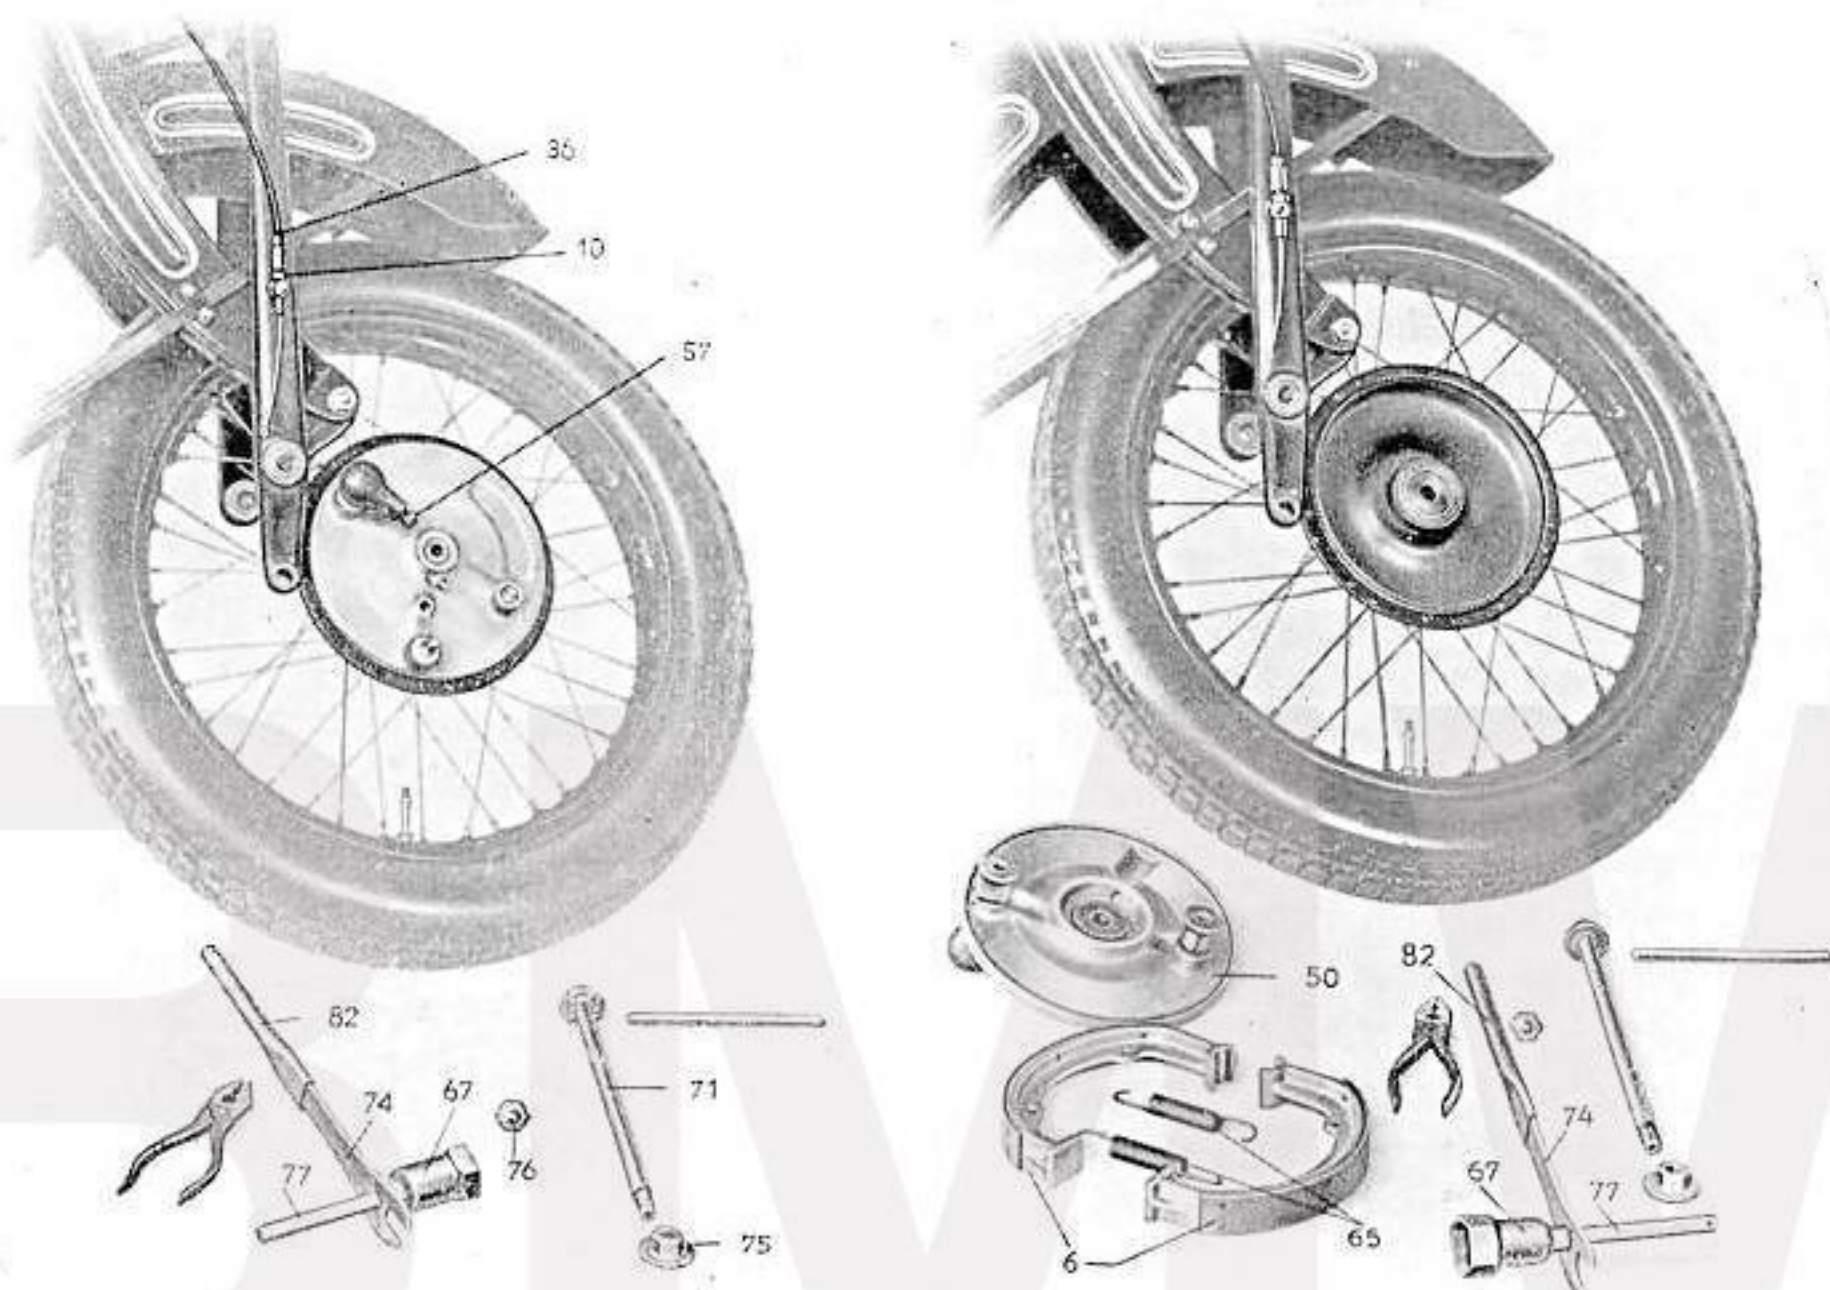

Abb. 33 Ausbau des Vorderrades Zerlegung der Vorderradbremse
k) Abnahme des Vorderrades: Man stellt die Maschine auf den vorderen Kippständer, zieht mit der Kombinationszange den Nippel des Bremskabels aus dem Schlitz des kleinen Bremshebels 57 heraus. Das Herausziehen des Bremsseiles wird durch einige Umdrehungen an der Stellschraube 36 erleichtert. Nun schraubt man mittels der nach Abb. 33 zusammengesteckten Schlüssel 67, 74, 77 und 82 die auf der gleichen Radseite sitzende Bundmutter 75 der Steckachse 71 ab, zieht diese heraus und entfernt auch die Kappenmutter 76. Das Rad mit Bremse ist dann nach rückwärts zu schwenken und auf die linke Seite herüberzudrücken. Es ist nur notwendig, die Maschine noch etwas weiter umzulegen oder, wenn ein Seitenwagen angeschlossen ist, sie vorn noch etwas zu heben, um das Rad aus dem vorderen Schutzblech herauszuziehen (Abb. 33).